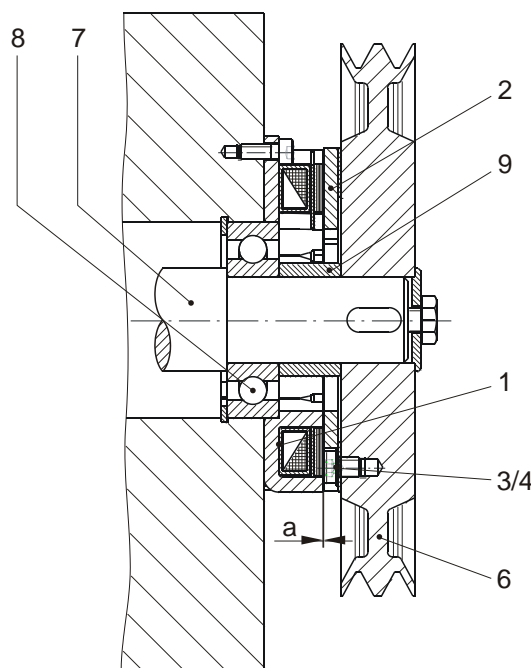
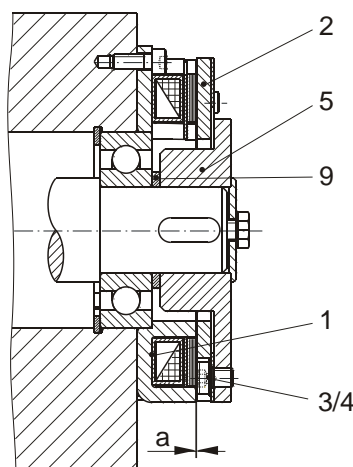

Рис. 2
Рис. 3
Воздушный зазор "а" между подшипником вала и приводным элементом (Рис. 2) или соответственно внутренним фланцем (Рис. 3) определяется распорным кольцом (9).
## Пример установки (Рис. 2 и 3)
Во время работы тормоза диск якоря (2) притягивается к корпусу катушки (1). Тормозной момент передается через фрикционное соединение корпуса катушки (1) и диска якоря (2) с передающей пружиной и клиноременного шкива (поз. 6 / Рис. 3) или соотв. ступицы с фланцем (поз. 5 / Рис. 4) на вал привода (7).
- Центрируется шариковым подшипником (8), Рис. 2/3.
- 3.1. Отрегулировать воздушный зазор "a" в соответствии с Таблицей 1 и Рис. 2/3.
- 3.2. Закрепить навесную деталь или соответственно ступицу с фланцем (5):
Осевой люфт изменяет воздушный зазор "a" и может привести к бороздкам диска якоря (2) на корпусе катушки (1) (см. пример установки Рис. 2 и Рис. 3).